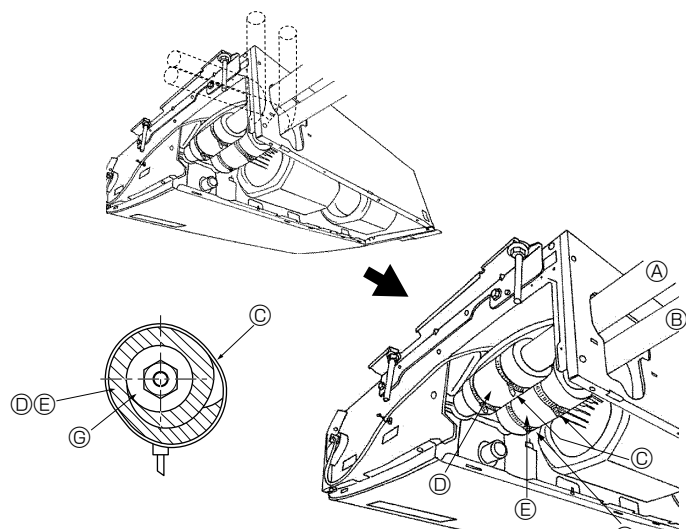

Fig. 4-2
4.2. Appareil intérieur (Fig. 4-2)